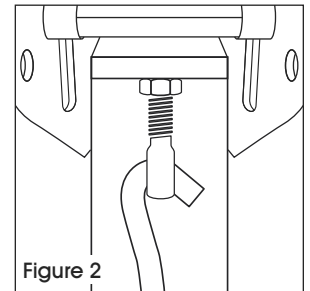

Figure 2
1. Placez le crochet de la tringle à travers la vis de tirage. (Voir Figure 2)